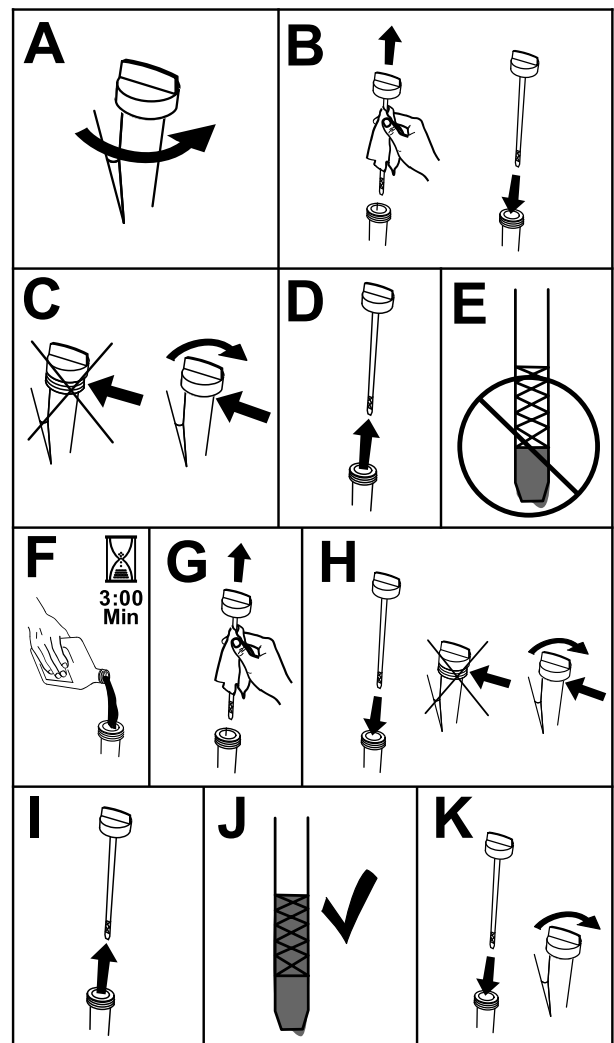

Figure 41
3. Pour éviter de faire tomber de l'herbe, de la poussière, etc. dans le moteur, nettoyez la surface autour du bouchon de remplissage et de la jauge de niveau avant de l'enlever (Figure 41).